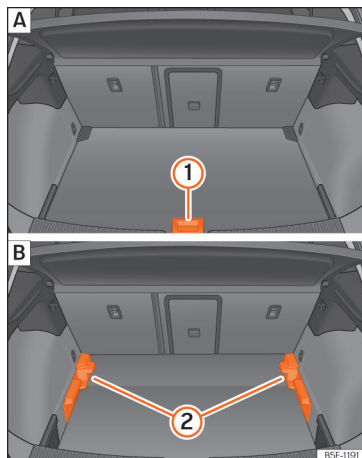

Fig. 185 Suelo variable del maletero: A posición alta; B posición baja.
- Para pasar de la posición baja a la alta, levante el piso por el asidero »» fig. 185 ①, tire de él hacia atrás hasta que la parte delantera del piso rebase totalmente los soportes ②.
- Haga desplazar sobre estos el piso hacia adelante hasta que haga tope en el respaldo de los asientos posteriores y, a continuación, baje el piso con el asidero ①.
- Para pasar de la posición alta a la baja, levante el piso por el asidero »» fig. 185 ①, tire de él hacia atrás hasta que la parte delantera del piso rebase totalmente los soportes ②.
- Deje caer la parte anterior contra el piso y empuje el piso hacia adelante hasta que haga tope en el respaldo de los asientos posteriores bajando al mismo tiempo el piso con el asidero ①.
- Con el suelo variable en posición alta, levántelo por el asidero » » fig. 185 ①, tire de él y empuje hacia el respaldo de los asientos posteriores hasta que se doble por la línea de bisagra y la parte móvil del piso repose sobre el mismo.